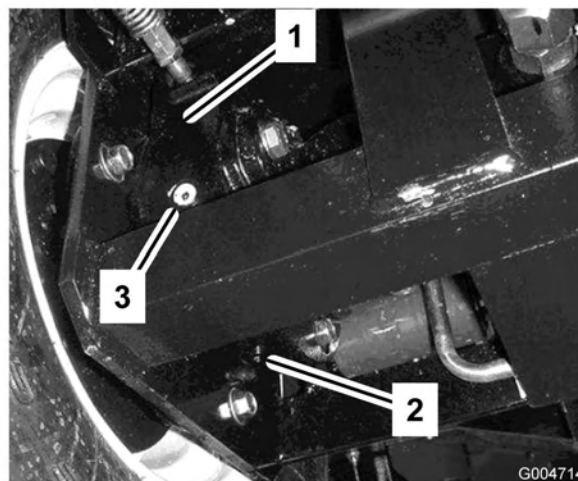

Bild 58
4. Stellen Sie ein Auffanggefäß unter das Bremsgehäuse an der anderen Seite des Rads (Bild 58).